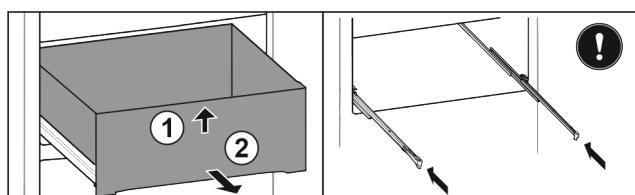

Fig. 28*
- Nadvihnite zásuvku dopredu Fig. 28 (1).*
- Odoberte ju dopredu Fig. 28 (2).*